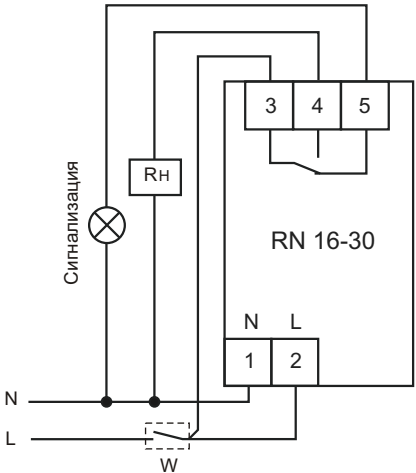

Рис. 2: схема подключения нагрузки мощностью до 4,0 кВт к устройству
- 7.2. Если потребляемая мощность **не превышает 4,0кВт**, подключите нагрузку к изделию согласно рис.2. Для этого используйте одножильный или многожильный провод с двойной или усиленной изоляций сечением, соответствующей мощности нагрузки.